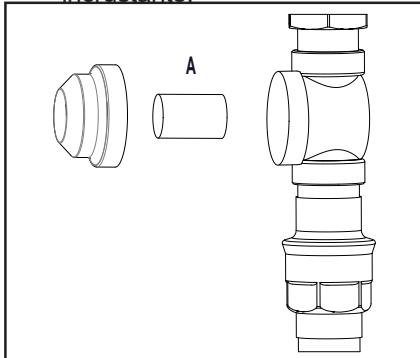

Fig. 2
Se muestra una instalación típica de propulsor de piso en fig. 2
5. Extraiga el filtro (A, fig. 2) y colóquelo en una solución desincrustante.